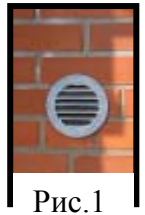

Рис.1
- д) корректировать положение решётки таким образом, чтобы водозащитные лопасти решетки были обращены вниз и располагались по горизонтали (рис. 1).